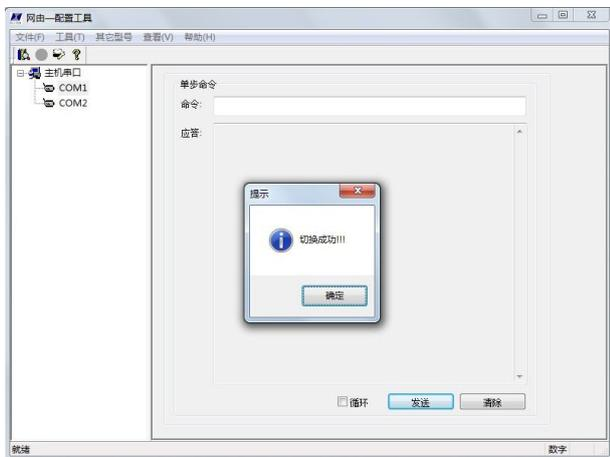

图 6-5
6、对于 JZH-XXX-12 系列产品请接通外部电源，对于 JZH-XXX-D 系列产品请用磁钢在复位感应区滑动复位，软件提示“切换成功!!!”如图 6-5 所示；（一闪就过，不用单击确定）